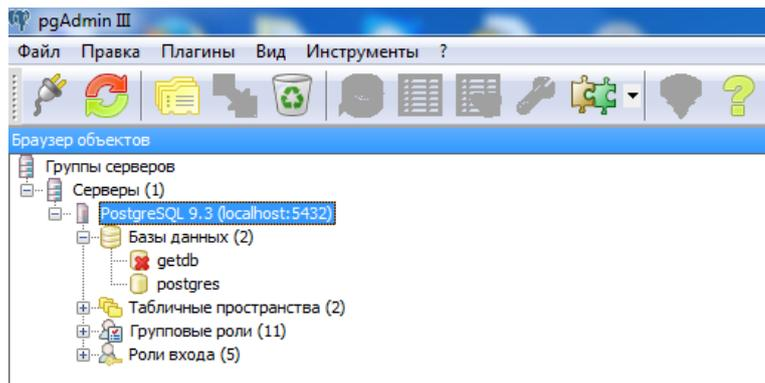

Рисунок 17
- левой клавишей мыши открыть вкладку «Базы данных» (рисунок 17);